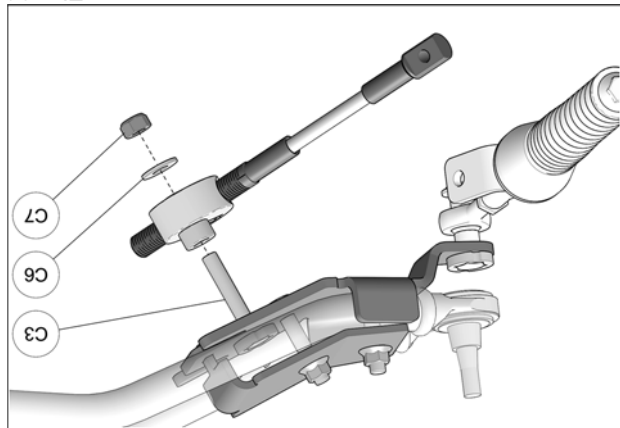

Fig. 20
12. Positionner le disque en aluminium du limiteur de conduite au boulon (C3). Utiliser la rondelle (C6) et l'écrou (C7) pour fixer le limiteur de conduite en place. Serrer l'écrou à un couple de 50 N•m [37 lb•pi]. Fig. 20